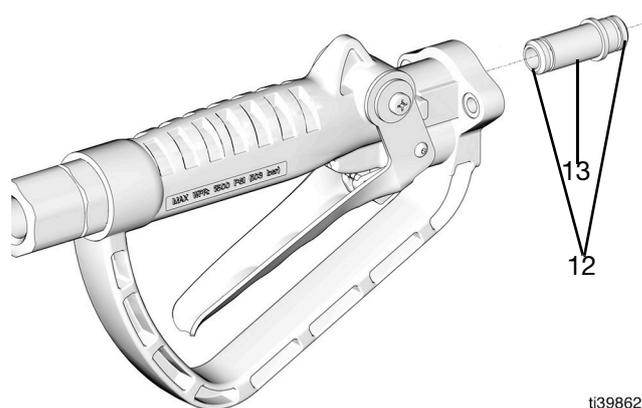

FIG. 49
12. Lubrique las juntas tóricas del tubo de conexión (12) (FIG. 49).